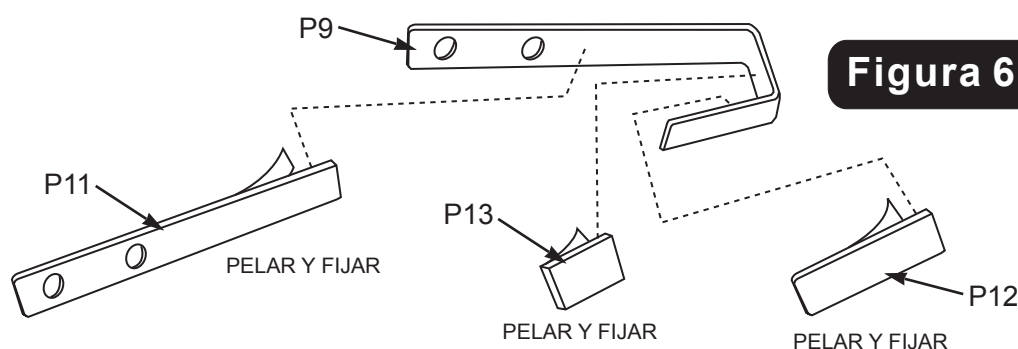

Figura 6
2. Retire el papel de las cintas adhesivas EVA largas **P11**, medianas **P12** y cortas **P13** y fíjelas a los soportes de montaje del tablero **P9** como se muestra en la **FIGURA 6**.